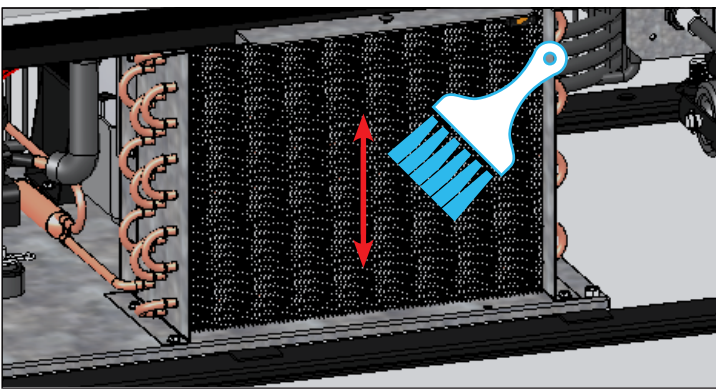

Abb. 3. Bürsten Sie niemals quer über die Lamellen des Registers.
3. Die Lamellen des vorderen Verflüssigerregisters vorsichtig mit einer starren Bürste von angesammeltem Schmutz befreien, siehe Abb. 3.